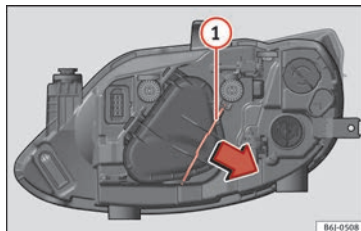

Fig. 85 Phare simple.
- Déplacez le tirant » **fig. 85** ① dans le sens de la flèche puis retirez le cache.